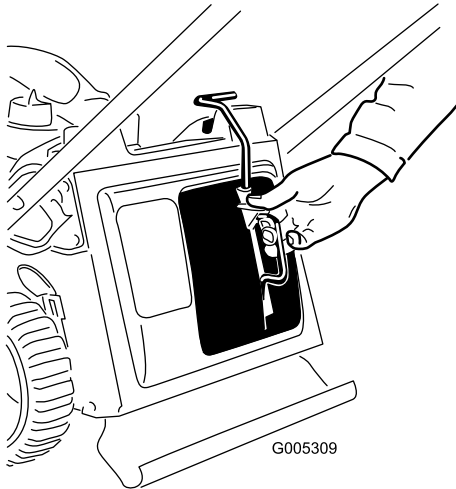

Bild 24
1. Nehmen Sie den Mulchverschluss ab (Bild 24).